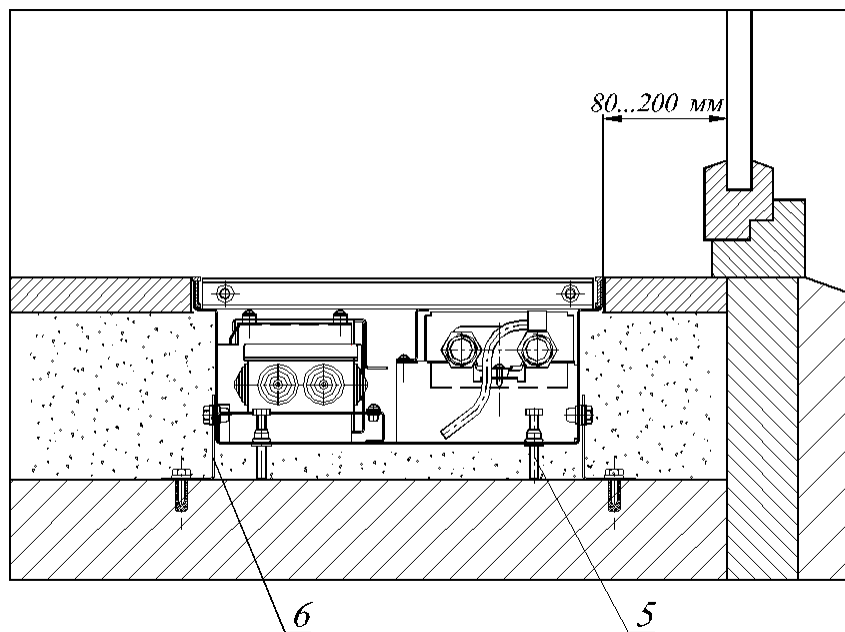

Рис.5
- 5.2 Конвектор монтируется в пол, для этого необходимо установить секции конвектора в заранее подготовленный канал в полу и выставить их по уровню пола, с помощью упорных болтов 5. Соединить болтами с гайками секции конвектора между собой. Закрепить конвектор опорами 6 к черновому полу (см. Рис.5).